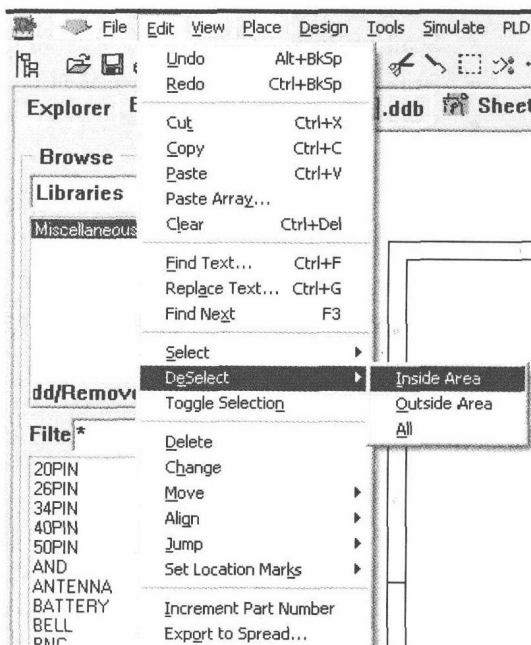

图 1-12 编辑菜单命令
(1) 利用菜单命令。使用菜单命令 **Edit→Deselcct** (编辑→撤消选择), 如图 1-12 所示。包含以下 3 个选项:
(2) 主工具栏中的工具。在主工具栏中有取消选择工具, 即“”按钮, 单击该按钮所有选中的元件被撤消选择。
(3) 快捷键操作。